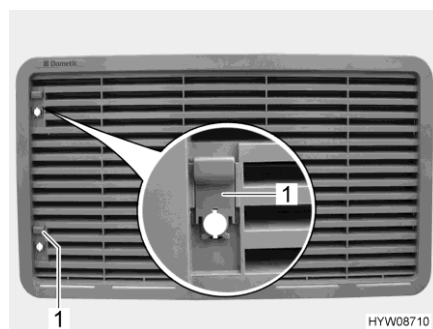

Fig. 203 Grille d'aération du réfrigérateur
- Pousser le curseur (Fig. 203,1) vers le haut.